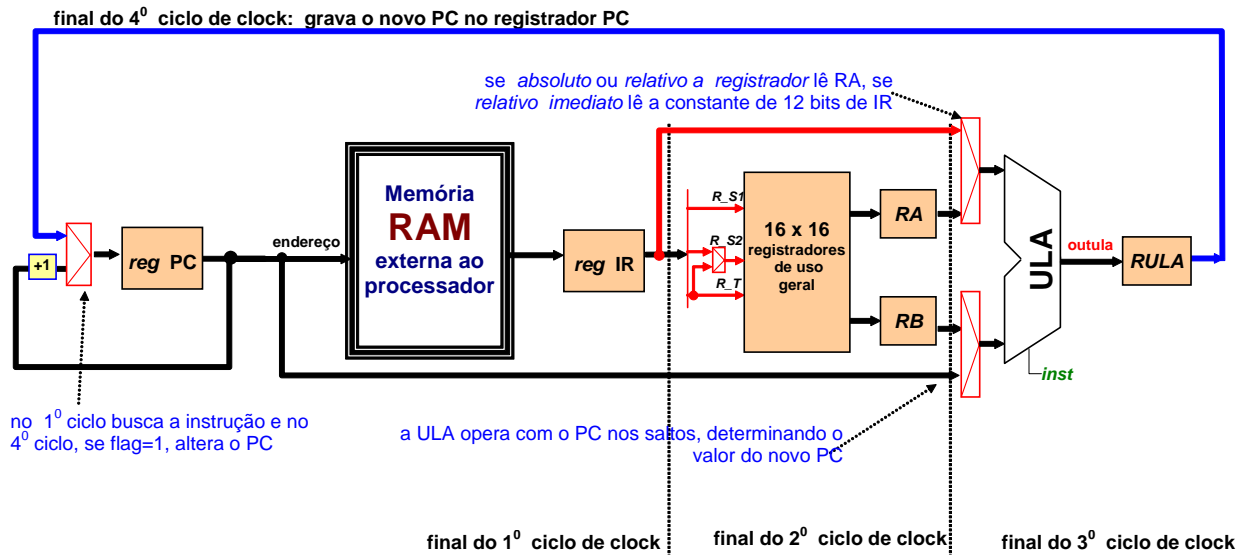

Figura 8 - Fluxo de execução de saltos incondicionais/condicionais.
- Uma possível organização do bloco de dados para a execução dos saltos é apresentada na Figura 8.